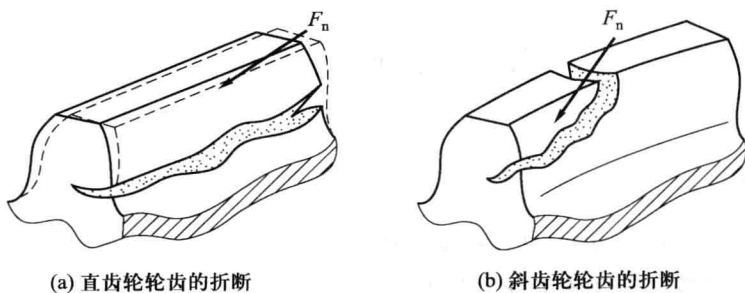

图 6.2 轮齿的折断
(2) 硬齿面闭式齿轮传动及短期过载或受严重冲击的齿轮传动的主要失效形式是轮齿折断。轮齿折断的部位, 对于直齿轮通常是从齿根部全齿折断, 而对于斜齿轮、人字齿轮及偏载大的直齿轮, 通常是局部齿折断, 如图 6.2 所示。轮齿折断是一种最严重的失效形式, 必须避免。除进行齿根弯曲疲劳强度计算, 选用足够大的模数 m (或 m_n) 外, 为提高轮齿的抗折断能力还可以采取以下措施: ①适当增加齿根过渡圆角半径, 以减小应力集中; ②选择合理的材料、热处理方式; ③合理提高齿轮的制造、安装精度; ④对齿根进行喷丸、辗压等强化处理。